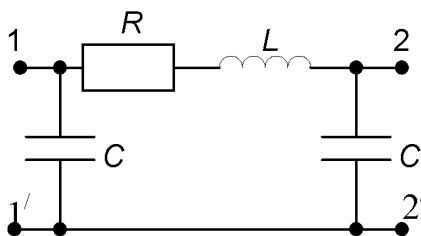

Рис. 3.85
1. Найти значения коэффициентов четырехполосника (рис. 3.85) при $R = \omega L = 20 \text{ Ом}$; $\frac{1}{\omega C} = 40 \text{ Ом}$ и проверить справедливость уравнения $\underline{AD} - \underline{BC} = 1$, связывающего коэффициенты четырехполосника.